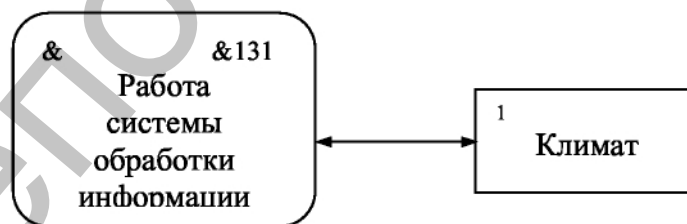

Рис. 7.2. Внешняя сущность
**Стрелки (потоки данных).** Стрелки описывают движение объектов из одной части системы в другую. Поскольку в **DFD** каждая сторона работы не имеет четкого назначения, как в **IDEF0**, стрелки могут подходить и выходить из любой грани прямоугольника работы. В **DFD** также применяются двунаправленные стрелки для описания диалогов типа команды-ответа между работами, между работой и внешней сущностью и между внешними сущностями (рис. 7.2).